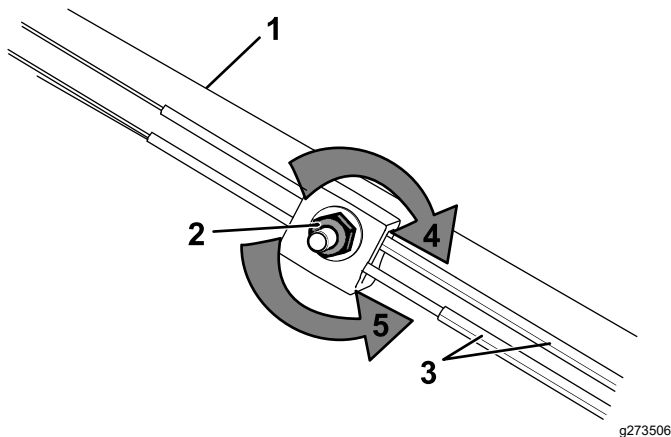

Рисунок 31
1. Поверните регулировочную гайку против часовой стрелки, чтобы ослабить натяжение троса (**Рисунок 31**).
2. Отрегулируйте натяжение тросов (**Рисунок 31**), потянув их назад или вперед, затем удерживайте в этом положении.